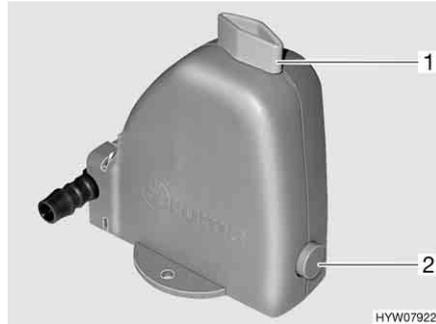

Bild 216 Sicherheits-/Ablassventil des Boilers
Der Boiler ist mit einem Sicherheits-/Ablassventil (Bild 216) ausgestattet. Das Sicherheits-/Ablassventil verhindert, dass das Wasser im Boiler einfriert, wenn bei Frost die Heizung nicht eingeschaltet ist.
- Sicherheits-/Ablassventil schließen. Dazu den Drehknopf (Bild 216,1) quer zum Sicherheits-/Ablassventil drehen und den Druckknopf (Bild 216,2) hineindrücken.
- Sicherheits-/Ablassventil öffnen. Dazu den Drehknopf (Bild 216,1) längs zum Sicherheits-/Ablassventil drehen. Der Druckknopf (Bild 216,2) springt heraus. Der Boiler wird über das Sicherheits-/Ablassventil nach außen entleert.